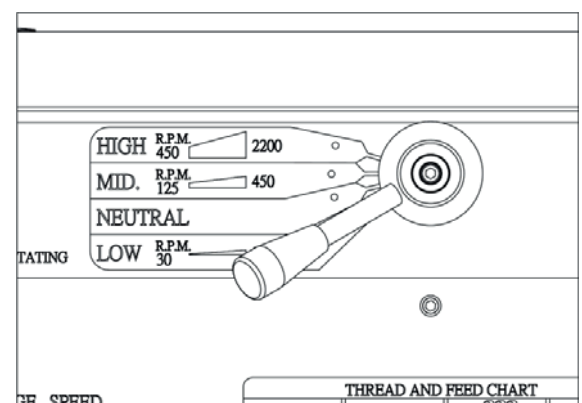

Fig. 23 Levier de vitesse réglé sur le niveau de vitesse le plus bas
3. Mettez le levier de vitesse de la broche sur le niveau de vitesse le plus bas. (Figure 23)